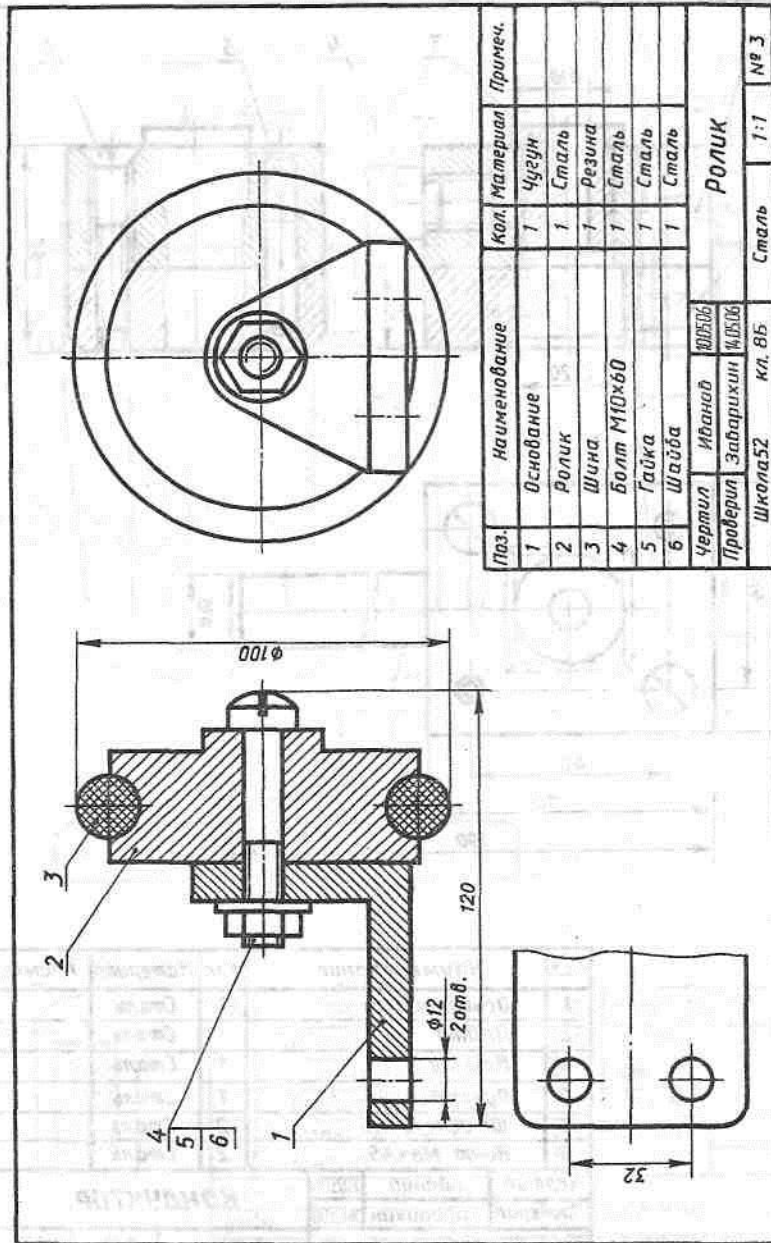

Рис. 247. Чертеж для чтения
- 5) рисунок 247, детали 1, 2;